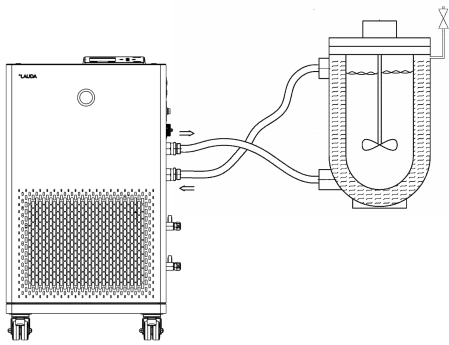

Fig. 35 : Application avec vanne de purge
- Une vanne de purge Fig. 35 peut simplifier le processus de purge. Pour cela ouvrir régulièrement la vanne avec prudence et laisser s'échapper le gaz/l'air jusqu'à ce que le liquide sorte de la vanne, refermer la vanne de purge. Collecter le liquide dans un récipient adapté. Actionner à nouveau la vanne à intervalles réguliers jusqu'à ce qu'il n'y ait plus d'air.